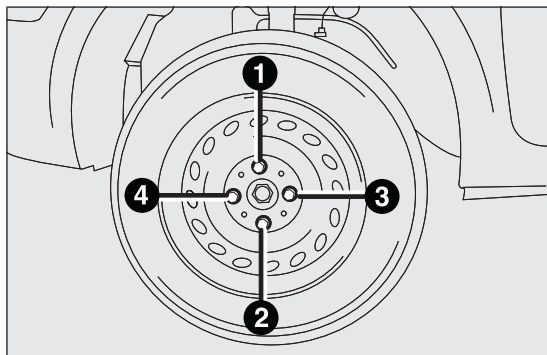

РИС. 101
- ❑ затянуть болты до упора в крестовом порядке как показано на РИС. 101.
- с помощью ключа из комплекта инструментов до упора затянуть болты в указанном порядке РИС. 101;